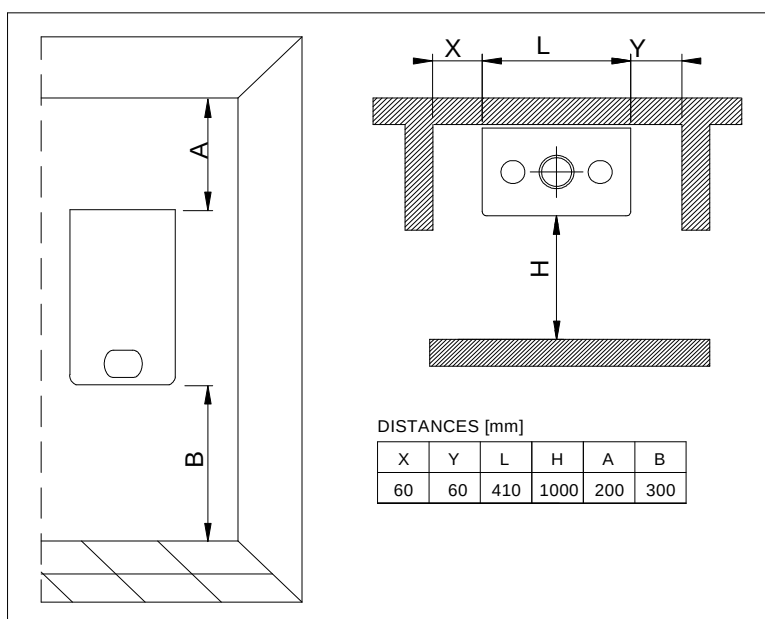

Fig. 1
- Presionar el botón 6 Δ (Fig. 1): la caldera se enciende automáticamente en modo invierno.
Para seleccionar modo “VERANO” utilizar el pulsador 6 (Fig. 1), en este caso la caldera trabaja sólo para producir agua caliente sanitaria. La programación en la modalidad “VERANO” de la caldera es representado por el encendido del símbolo  con señal fija en el visor del panel de mando.
Para conmutar la caldera a funcionamiento “INVIERNO” utilizar el pulsador 6 (Fig. 1) que selecciona sólo la función calefacción. El Modo “INVIERNO” de la caldera se indica en el display cuando el símbolo  permanece encendido.
Para conmutar la caldera en funcionamiento “VERANO/INVIERNO” utilizar el pulsador 6 (Fig. 1), en este caso la caldera trabaja en las funciones de calefacción y agua caliente sanitaria. El funcionamiento VERANO/INVIERNO se reconoce por el encendido simultáneo de los símbolos  con la señal fija en el visor del panel de mando.
La regulación de la temperatura se realiza por medio del mando 2 (Fig.1);
La regulación de la temperatura se realiza por medio del mando 3 (Fig.1)
A. Depositar con suavidad (Fig. 1) la caldera sobre el suelo prestando atención a la dirección de la flecha, que esté dirigida hacia abajo y quitar las grapas abriendo las cuatro aletas de la caja hacia afuera.